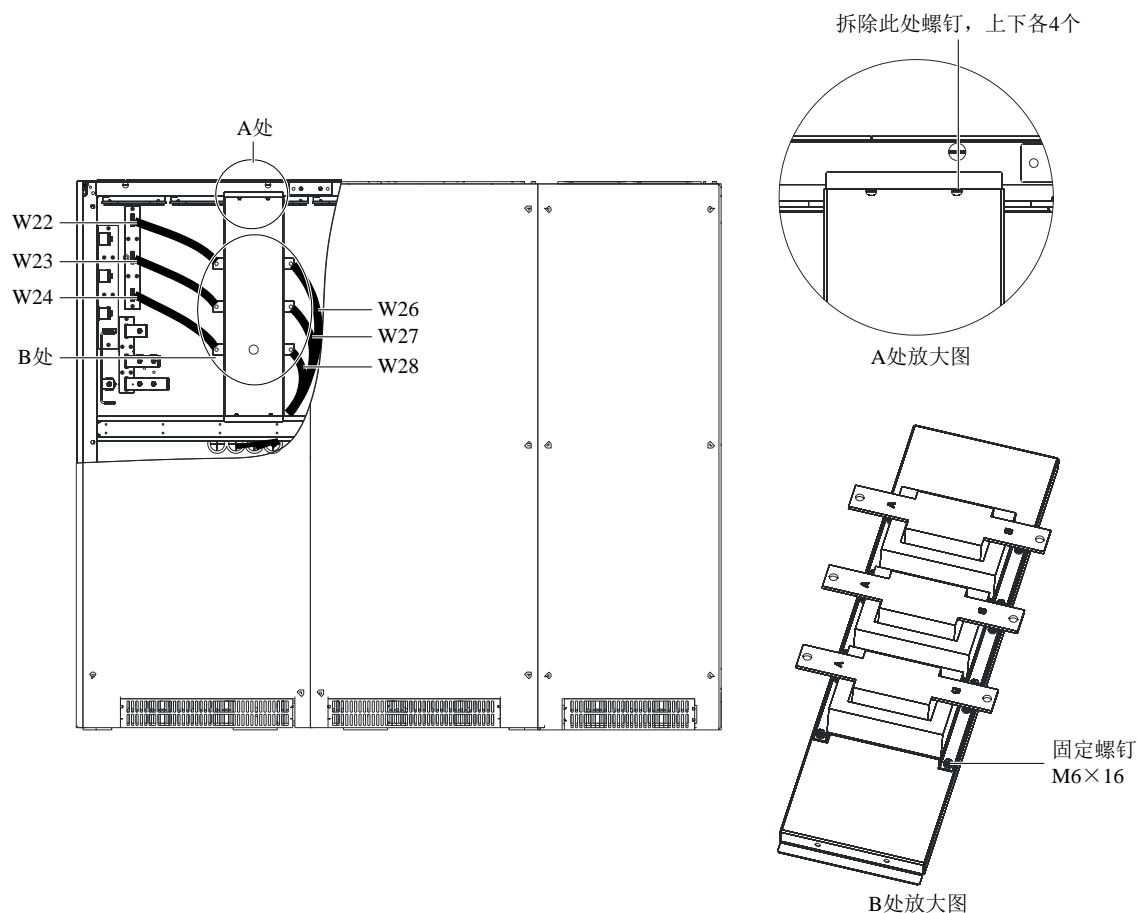

图8-7 300kVA UPS 旁路电感安装位置图
3. 将旁路电感固定在旁路安装板上，每 4 个 M6×16 的螺钉固定一个电感，固定完毕如图 8-7 中的 B 处放大图所示。